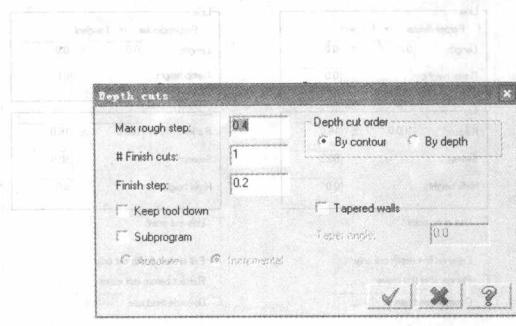

图 1-13 切削深度参数
(7) 点选 Depth cuts 设定每次粗加工的切削深度。该参数设置 Z 方向的切削次数和每次的切削深度, 如图 1-13 所示。